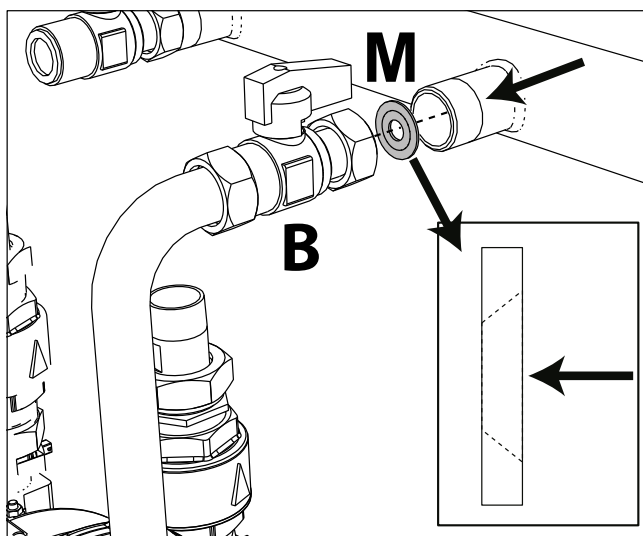

fig. 84- Inyector para el uso con GLP
8. En caso de **transformación a GLP**, es necesario sustituir la junta ya existente entre la llave de paso "B" y el colector de gas con el inyector "M" (fig. 84).
ATENCIÓN: el inyector "M" (vea fig. 84) **no se debe** utilizar cuando el equipo funciona con **gas natural**.